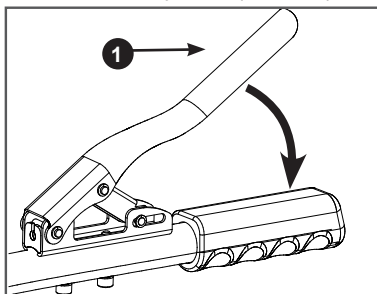

Рис. 32 Включение хода
- 6. Для того чтобы начать движение мотоблока на выбранной передаче быстро и плавно нажмите рычаг 1 включения хода до упора (Рис. 32).
1. Отпустите рычаг включения хода (Рис. 32).